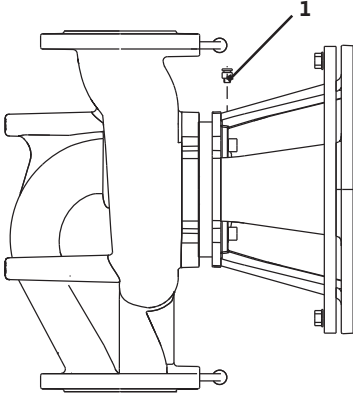

Fig. 40: Hava tahliye valfi
- Hava tahliye valflerini (Fig. 40, Poz. 1) gevşeterek pompaların havasını boşaltın. Pompanın kuru çalışması mekanik salmastrayı tahrip eder. Fark basıncı sensörünün havası boşaltılmamalıdır (tahrip olma tehlikesi).